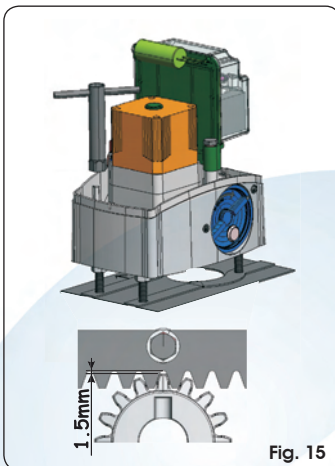

Fig. 15
- Na de installatie van de tandheugel moet de positie van de motorreductor ongeveer 1,5 mm worden verlaagd (Fig.15) om te garanderen dat de tandheugel goed in het rondsel grijpt.